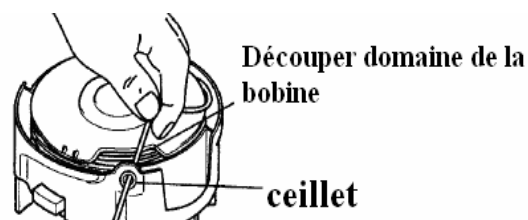

Fig. 25
7. Insérez le fil dans chaque œillet de la bobine (Fig. 25) Ajustez les fils En supprimant des encoches.